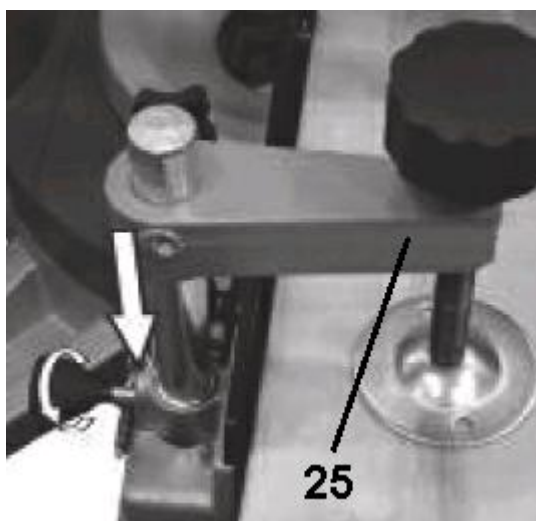

Рис.1
| 12 Поворотный стол | 25 Струбцина (рис.1) |
- ✓ На патрубок пылесборника (23) установите пылесборный мешок (2).
- ✓ Нажмите на рукоятку пилы (19) и оттяните стопор (20).
- ✓ Удерживая пилу за рукоятку (19), переместите ее в верхнее положение.
- ✓ На основании станины (11) предусмотрены гнезда установки вертикальной струбцины (25). Вертикальная струбцина (25) (Рис.1) может быть установлена в станине как слева, так и справа от места распила.
- ✓ Перед транспортировкой приведите пилу в нижнее положение. Для этого большим пальцем отведите блокиратор наклона (16) в сторону и опустите до упора вниз рукоятку (19), зафиксируйте нижнее положение пилы стопором (20).
- ✓ Переносить пилу следует только за транспортировочную рукоятку (18) или за основание (11).